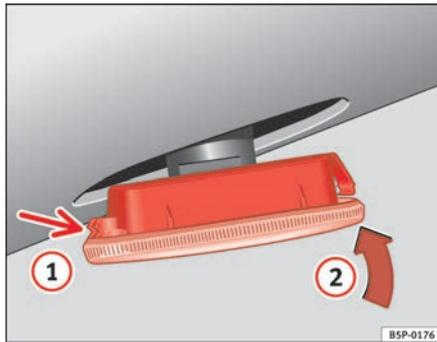

Fig. 173 Intermitente lateral
- Coloque el intermitente en primer lugar en el orificio de la carrocería, encajando las pestañas ⇒ fig. 173, flecha ①.
- Encaje el intermitente como indica la flecha ② ⇒ fig. 173 ■